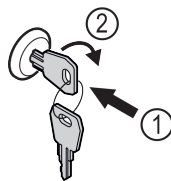

Fig. 166
- Inserire la chiave. Fig. 166 (1)
- Ruotare la chiave di 90° in senso orario. Fig. 166 (2)